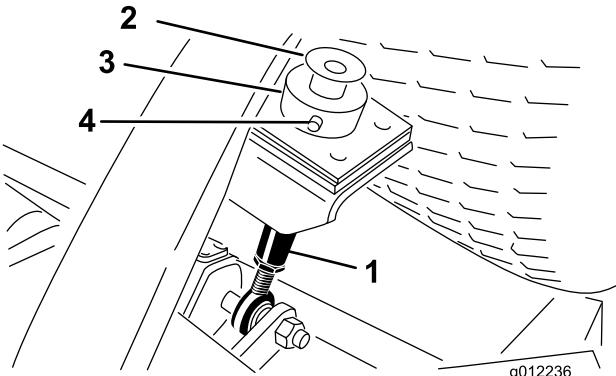
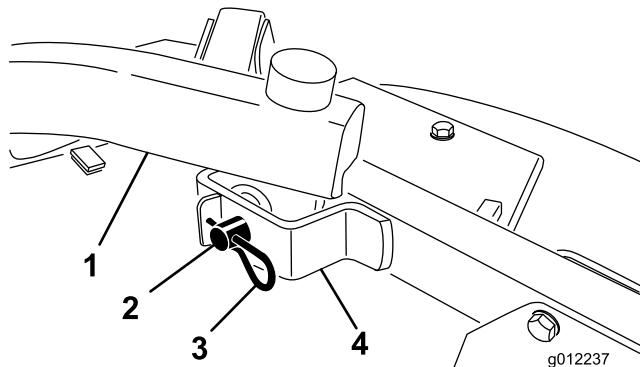

Figura 23
Figura 24
| <ol style="list-style-type: none"> Retire el pasador de horquilla y la chaveta que fijan el collar de ajuste de la altura de corte a la varilla de ajuste de la altura de corte en la parte trasera de la unidad de corte (Figura 23). Retire el collar de ajuste de la altura de corte. Retire los pasadores y las chavetas que fijan los brazos de elevación a los soportes de los brazos de las ruedas giratorias (Figura 24). | |
- Retire el perno y la arandela del extremo superior de ambas varillas de ajuste de la altura de corte (Figura 23).